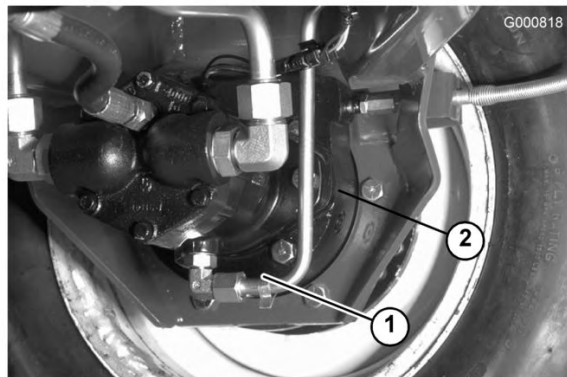

Figura 65
2. Retire o tampão da transmissão (Figura 64) e o tampão de verificação que se encontra na zona traseira do travão (Figura 65).